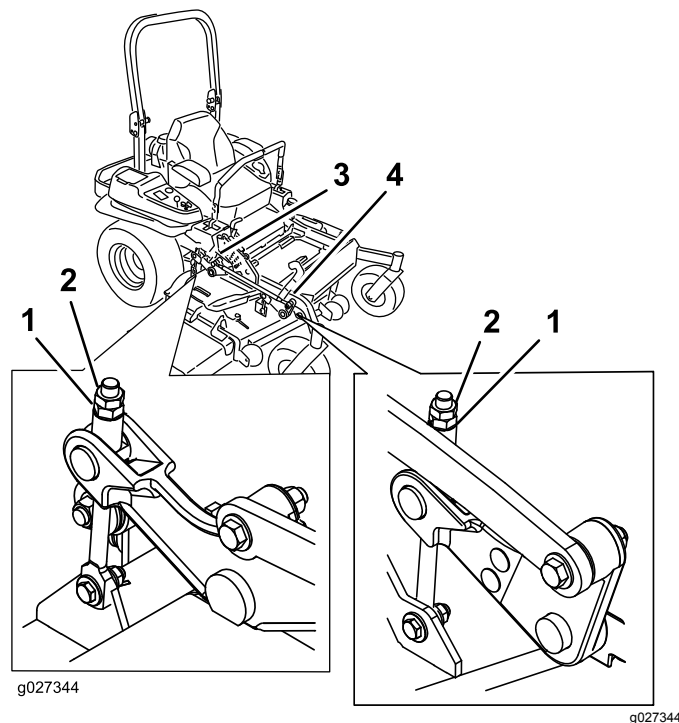

Figura 93
10. Si es necesario, afloje la tuerca "whizlock" del lateral de la horquilla y la contratuerca de la parte superior (Figura 93).
17. Gire el tornillo de ajuste hasta obtener una altura de 8.3 cm ($3\frac{1}{4}$ ") (Figura 93).